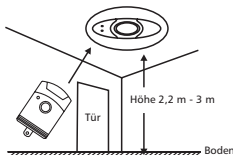

Abb. 3
- Es wird empfohlen, die rote Fläche des Deckenalarms in Richtung Eingangstür zu richten, um den besten Empfang von der Fernbedienung zu erhalten (s. Abb. 3).